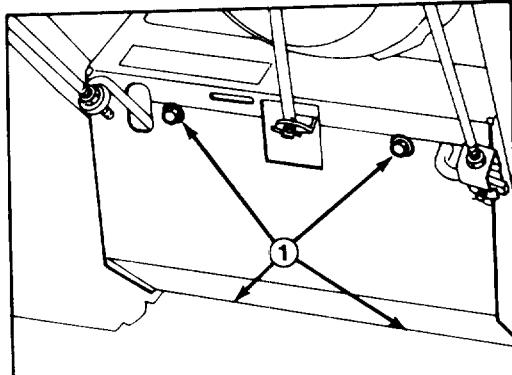

Figure 28
- Enlevez les quatre vis à tête qui fixent la garde inférieure au châssis. Enlevez la garde (Fig. 28).